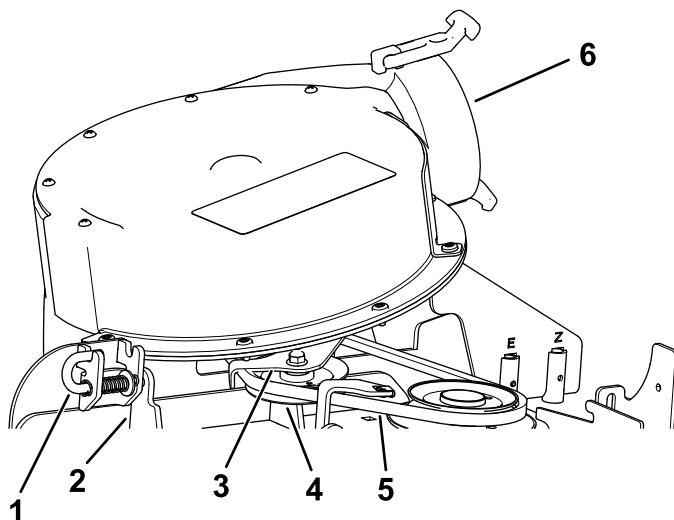

Figure 20
4. Déplacez la goupille de verrouillage de la position verrouillée à la position déverrouillée (Figure 20).
5. Fermez le ventilateur et alignez la goupille de verrouillage sur le trou dans le support de la goulotte d'éjection (Figure 20).